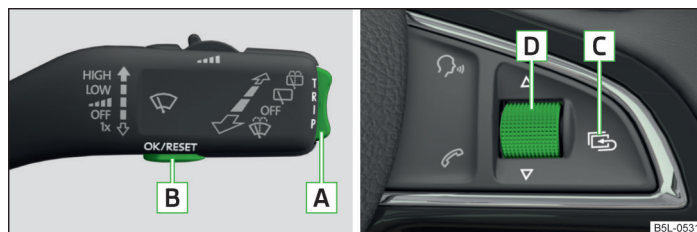

Fig. 7 Taste/roțiță: la maneta de comandă / la volanul multifuncțional
Unele funcții ale sistemului informativ se pot opera cu tastele din maneta de operare, respectiv de pe volanul multifuncțional » fig. 7.
După apăsarea tastei **A** » fig. 7 la pagina 23 este afișată mențiunea care a fost afișată ultima dată.
- Apăsați prelung tasta **[B]**, respectiv rotița **[D]** » fig. 7 la pagina 23.